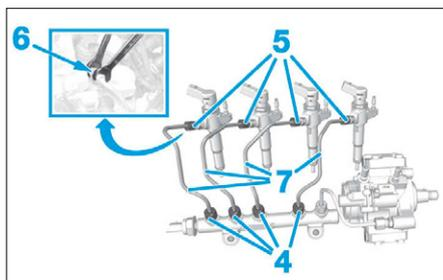

FIG. 48
- Desserrer les raccords (4) et (5) tout en maintenant les raccords (6) à l'aide d'une contre clé (Fig.48).
- Déposer les tuyaux (7).